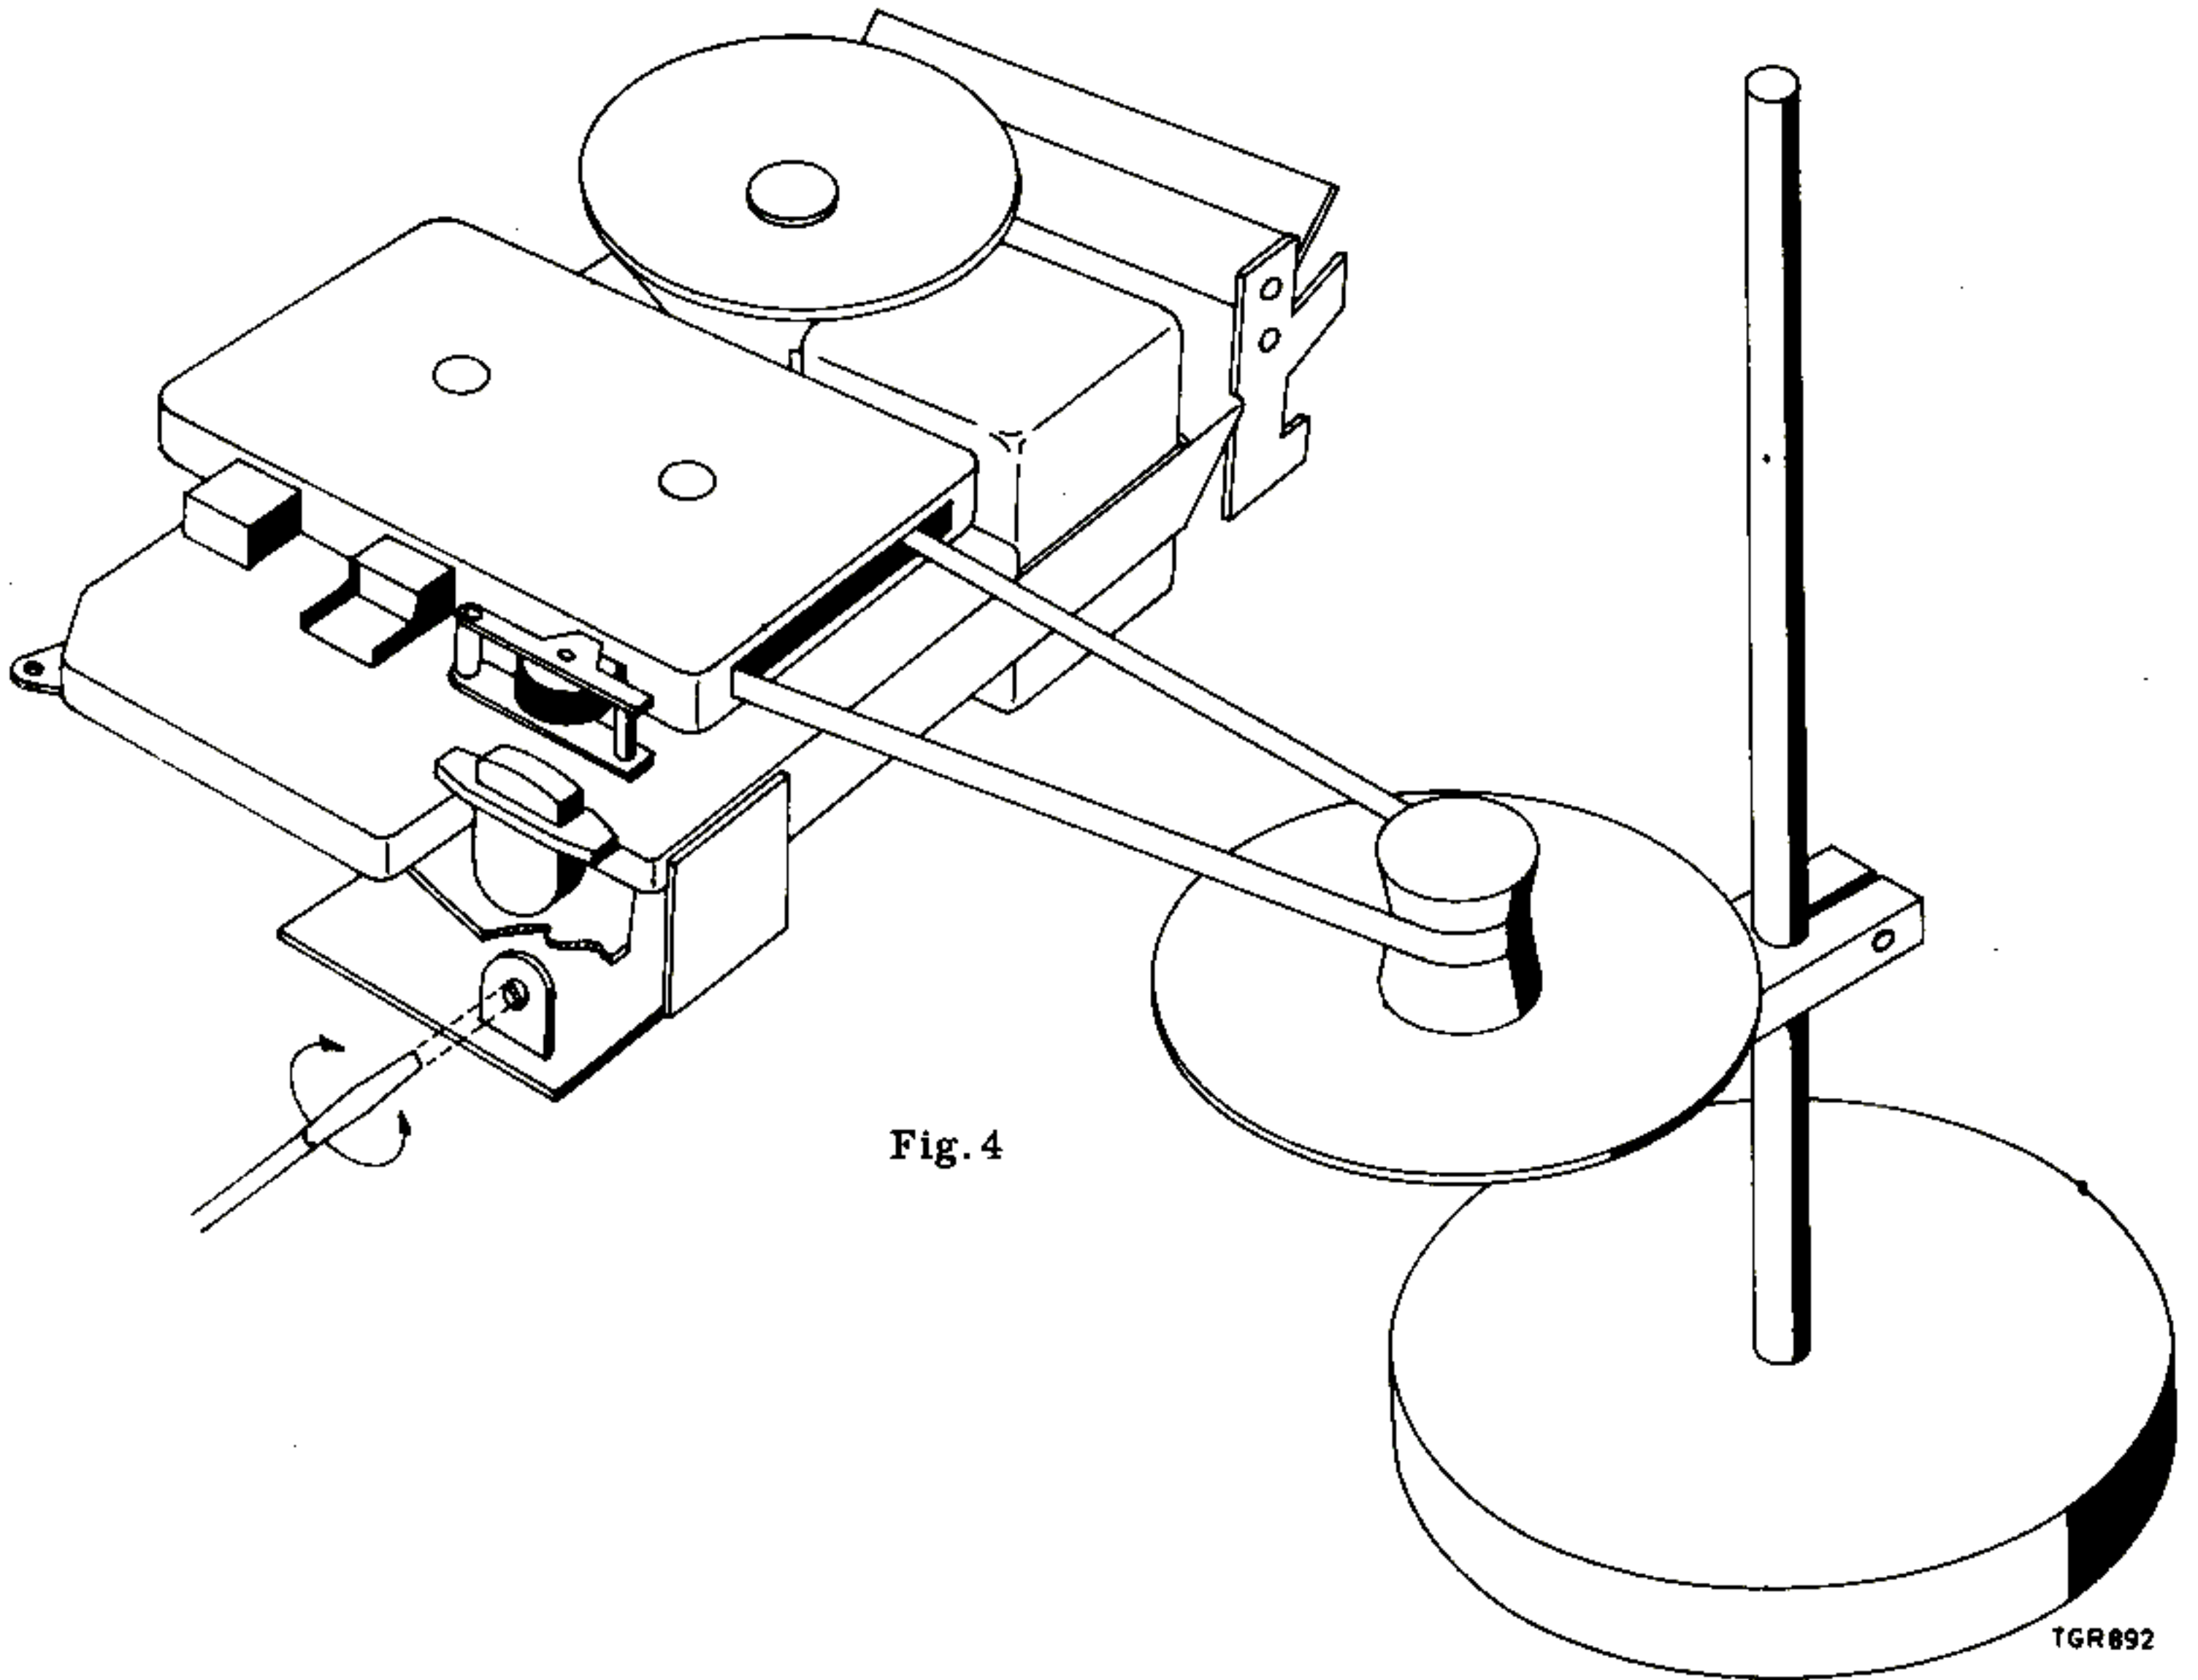

Fig. 4
Maak van een cassette één zijkant met b.v. een mes en een vijl open, zodanig dat de tape opzij eruit kan komen (zie cassette in fig. 4). Zorg dat op de haspel bij de opening alleen aanloopband is gewikkeld. Maak in de aanloopband, die opzij uit de cassette genomen moet worden, één lus waarin een veerdrukmeter gehaakt kan worden. Plaats de cassette in de recorder met de opening naar rechts. Schakel het apparaat in stand "weergave". Beweeg de veerdrukmeter langzaam met de trek van de band, mee en rem deze beweging langzaam af tot de band stopt, juist op het moment dat de band stopt moet één kracht van 25-45 gram gemeten worden.
### 2. Met stroboscoopschijf fig. 4
Een der zijkanten van een cassette moet verwijderd worden. Dit kan gemakkelijk gedaan worden m.b.v. een mesje en vijl. De opening moet goed braamvrij gemaakt worden. Door deze opening kan dan de band naar buiten gehaald worden. Kast het apparaat nu geheel uit en leg de cassette erin. Stel naast het apparaat een stroboscoopschijf (codenummer 4822 395 90001) voor 50 Hz en 4822 395 90002 voor 60 Hz) op en leidt hier de band langs, zie fig. 4.
- Is de snelheid van het apparaat 9102T/00T te laag, dan moet gecontroleerd worden of de drukrol, opspoelfricctie vliegwiel e.d. niet te zwaar lopen. Daarna kan de snelheid ingesteld worden met R41 (zie fig. 4).
Is de snelheid te hoog, dan kan dit eveneens ingesteld worden met R41 (zie fig. 4).